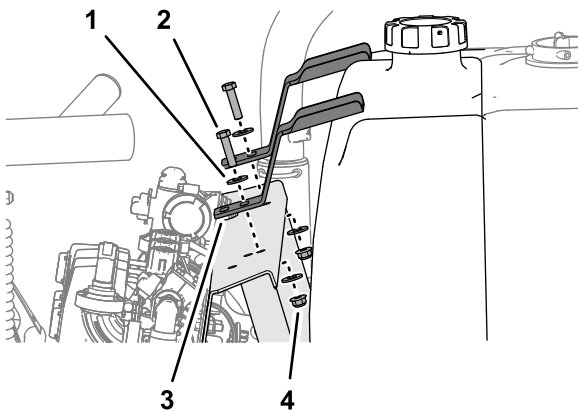

Figura 4
5. Retire os dois parafusos, quatro anilhas e duas porcas flangeadas que prendem os dois suportes de fixação do depósito de lavagem à montagem da válvula e retire os suportes de fixação (**Figura 4**).